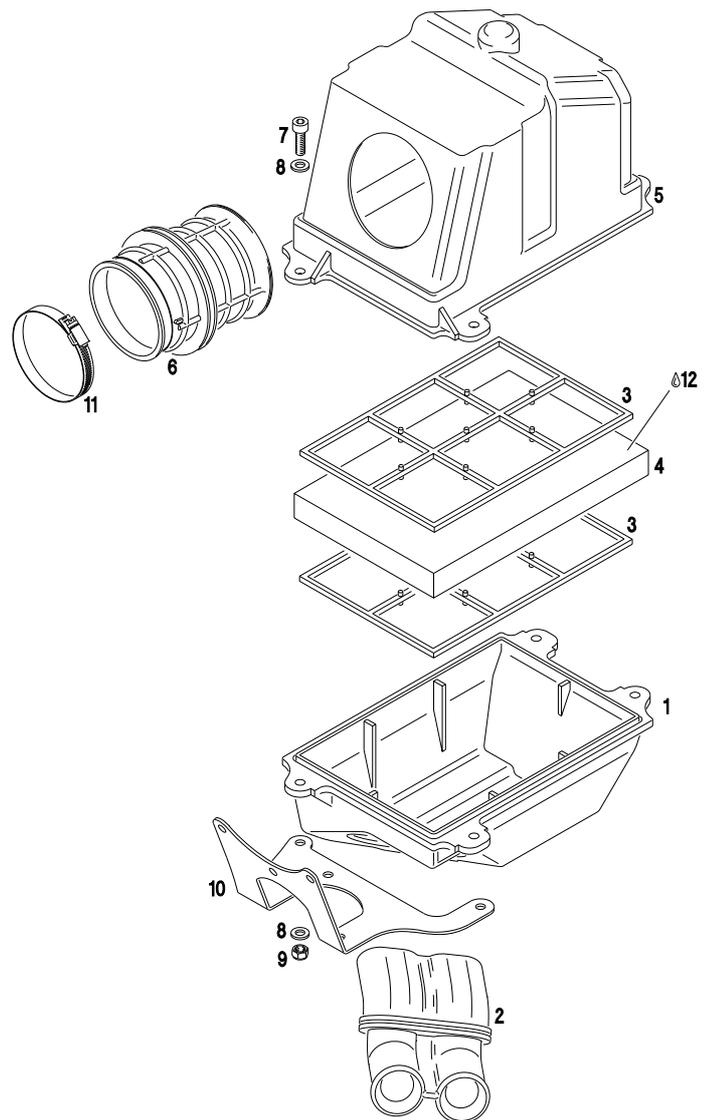

Bild 9
- ➔ Kraftstoffpumpe mit zwei der mitgelieferten Zylinderschrauben M6x20 und Sicherungsmuttern so an der Unterseite des Haltewinkels (10, siehe Bild 9) montieren, daß der Anschluß der Impulsleitung (1) nach unten und die Kraftstoffzuleitung (2) (siehe Pfeil auf Pumpengehäuse) in Richtung Fahrersitz zeigt.
- ➔ Von dem mitgelieferten Kraftstoffschlauch zwei Stücke abschneiden. Diese jeweils am unteren Anschluß für den Impuls (1) bzw. seitlichen Anschluß für den Austritt (3) montieren.
- ➔ Anschließend den Haltewinkel (10, siehe Bild 9) mit den drei unteren Verschraubungen des Vergaserstutzens am Zylinder befestigen. Anzugsmoment: 6 Nm.
- ➔ Mit einem entsprechenden Stück des mitgelieferten Kraftstoffschlauches eine Verbindung zwischen dem Anschluß am Kraftstofftank und dem Zulauf (2) der Kraftstoffpumpe herstellen.
→ Dämpferteile laut Skizze zusammenstecken (Bild 9) und mit mitgelieferten Zylinderschrauben, Beilagscheiben, Sicherungsmuttern und dem Haltewinkel (10) verschrauben.